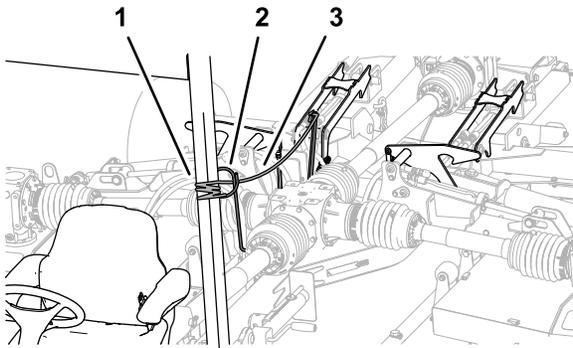

図 29
5. デッキロックロープを引いて保持する **図 29**。